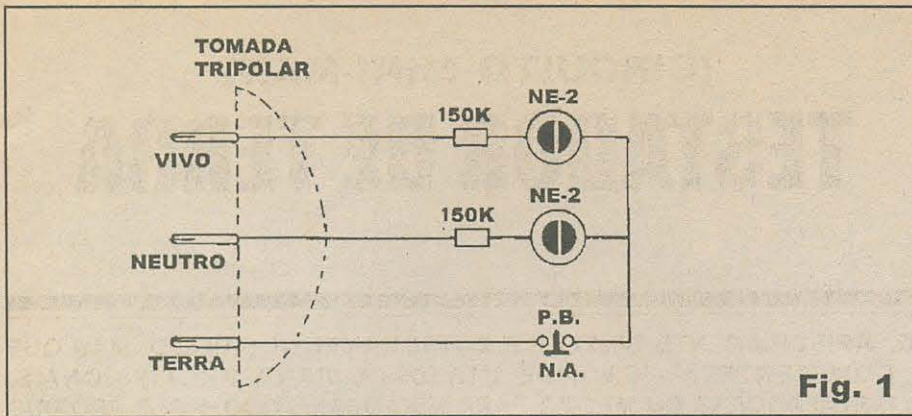

Fig. 1
- **FIG. 1 - DIAGRAMA ESQUEMÁTICO DO CIRCUITO** - *Ridiculamente* simples! Dois conjuntos série, cada um formado por uma lampadinha de Neon tipo NE-2 e pelo respectivo resistor de limitação, no valor de 150K (parâmetro que torna possível a utilização segura da **TETÉ** tanto em rede de 110 quanto de 220 volts...). Cada um desses ramos do circuitinho está, numa de suas extremidades, ligado a um dos pinos *redondos* do plugue tri-polar. As outras extremidades dos dois conjuntos, reunidas, são levadas ao pino *chato* (teoricamente correspondente à conexão de "terra real"...) através do único controle existente no dispositivo: um simples interruptor de pressão tipo Normalmente Aberto... Nada mais, porque nada mais é preciso...! Conforme veremos mais à frente, a quantidade irrisória de componentes, bem como o pequeno tamanho das poucas peças, permitirá até seu *embutimento* dentro do próprio plugue tri-polar (se as dimensões gerais do corpo deste não forem muito restritas - como normalmente *não são*...), ou então o acondicionamento num *mini-container* que poderá ser simplesmente colado nas *costas* do dito